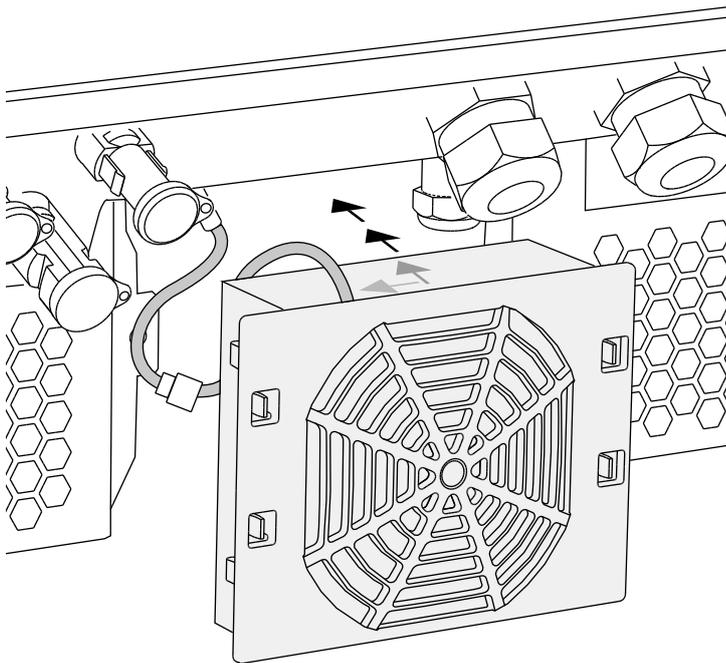

Fig. 72 : Remise en place du ventilateur
- le ventilateur soit correctement installé dans son cadre (sens d'écoulement de l'air).  **Fig. 72**